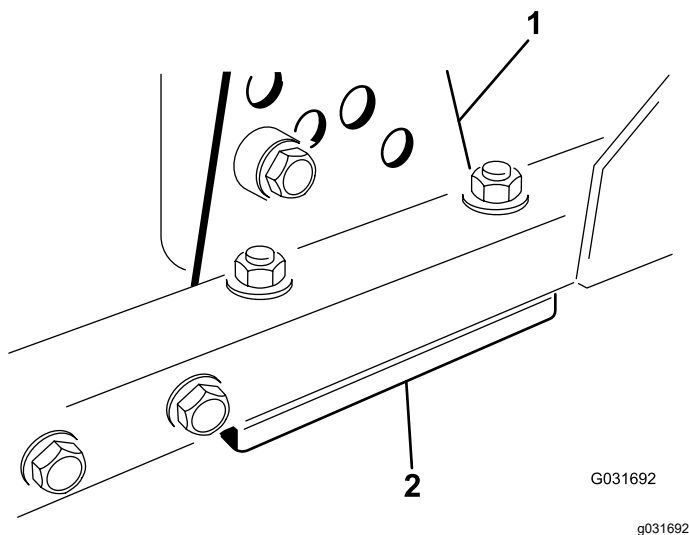

図 15
- 刈り高ブラケット前、左、右のうち1つをデッキのフレームから外す 図 15。
- デッキフレームとブラケットとの間に厚さ 1.5 mm または 0.7 mm のシム、場合によってはこれらの両方を挿入して、希望する刈高を達成する 図 15。